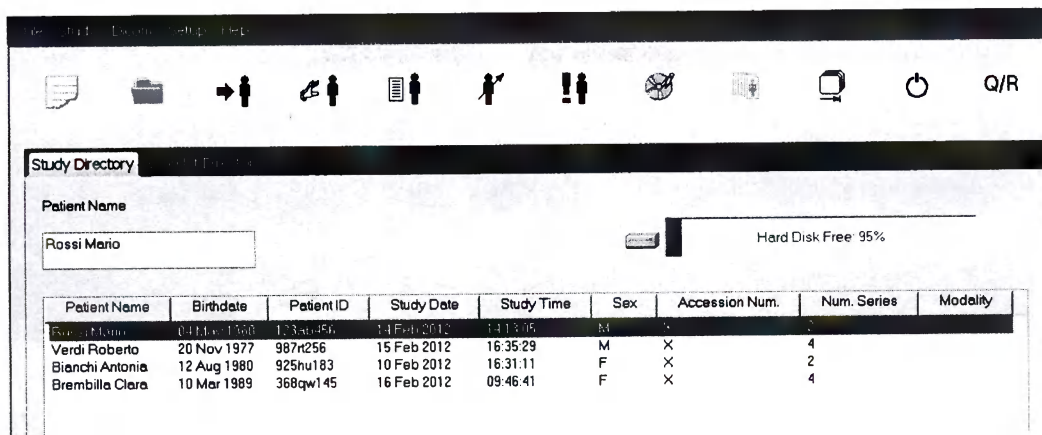

Рисунок 77
– открыть **новое исследование**, которое должно выполняться из *Каталога рабочего списка* (см. рисунок 77);